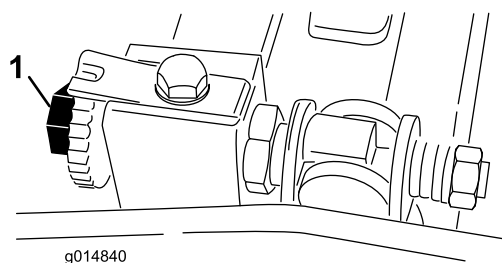

Рисунок 52
3. Поверните барабан таким образом, чтобы нож пересекал кромку неподвижного ножа между первой и второй головками винтов неподвижного ножа с правой стороны режущего блока (Рисунок 52).
6. Поворачивайте правый регулировочный винт планки неподвижного ножа до тех пор, пока не почувствуете легкое давление (т.е. тянущее усилие) на регулировочной прокладке при перемещении ее из стороны в сторону (Рисунок 52).